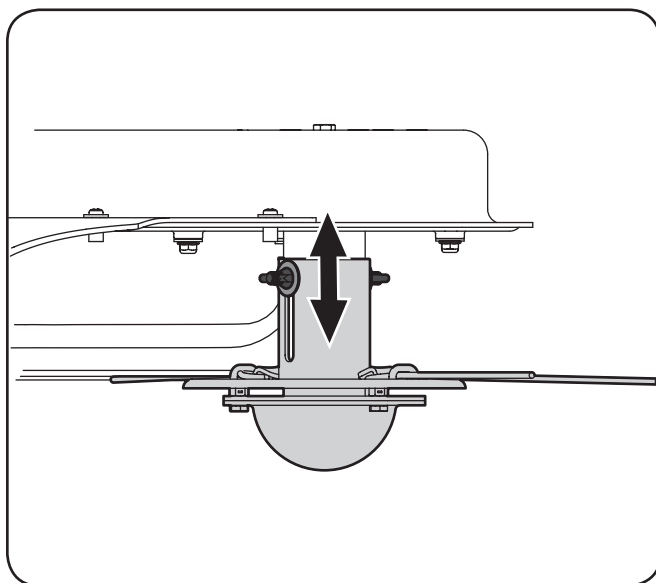

Figura 5-1
2. Deslice el husillo hacia arriba o hacia abajo hasta la posición deseada antes de volver a apretar las tuercas de mariposa. Consulte la Figura 5-1.